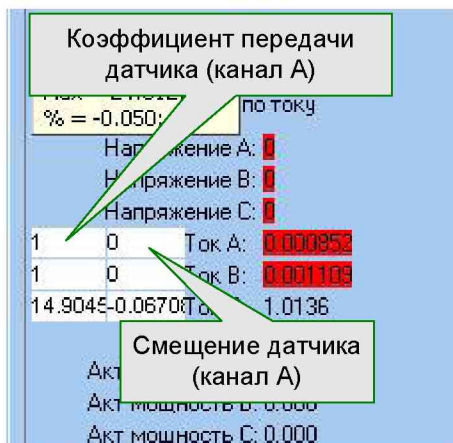

Рис.2 Ввод коэффициентов передачи и смещения датчиков
- 4 Проверить, что в поле ввода коэффициентов передачи записаны единицы, а поле ввода смещения - нули (см. рис. 2).
поля ввода ввести: в первое - коэффициент передачи датчика, во второе - его смещение. Эти значения для каждого датчика прописываются изготовителем (рис.2).